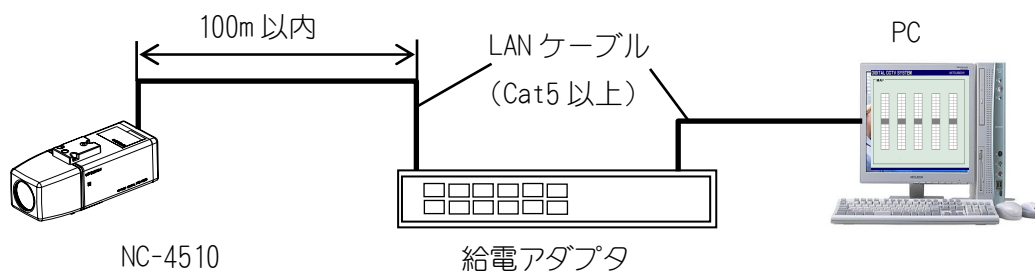
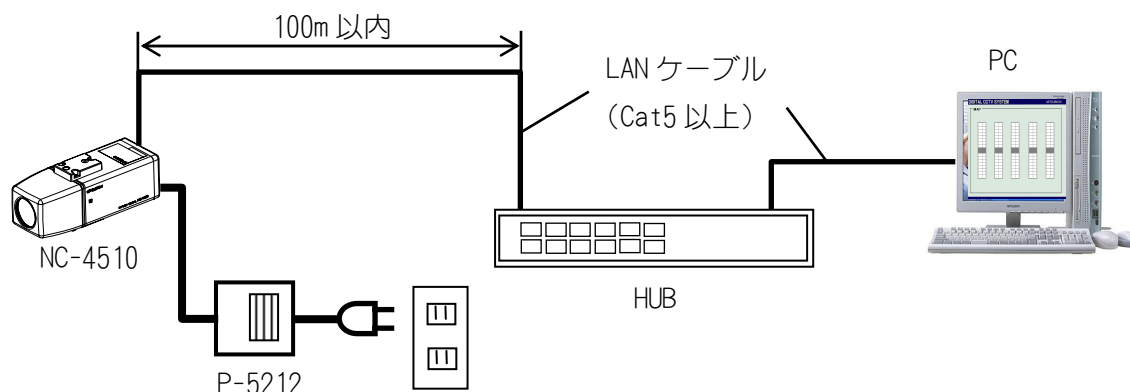

図 8-2 PoE 接続時の場合
図 8-3 DC12V 接続時の場合
- (1) 本機は確認用として Web 画面による映像表示および動作が可能です。
- (2) Web 画面を表示させるための接続は図 8-2、図 8-3の通りです。